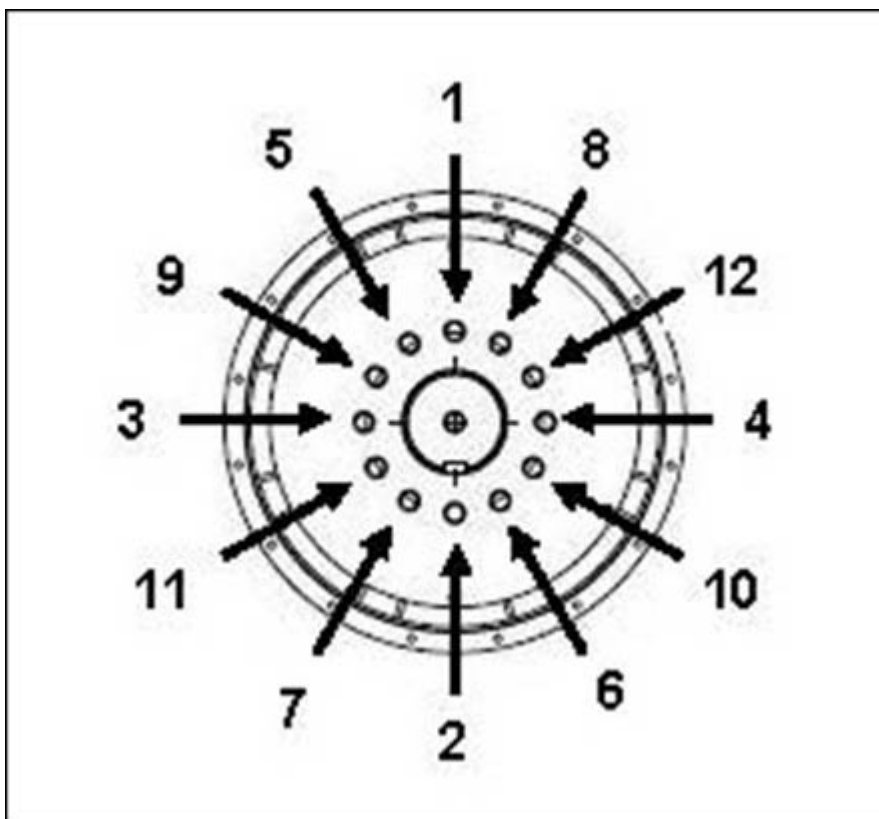

图 20. 轮毂固定顺序
4. 如果需要，请拧紧耦合盘螺栓，如 图 20 在第 xx 页 35 所示。